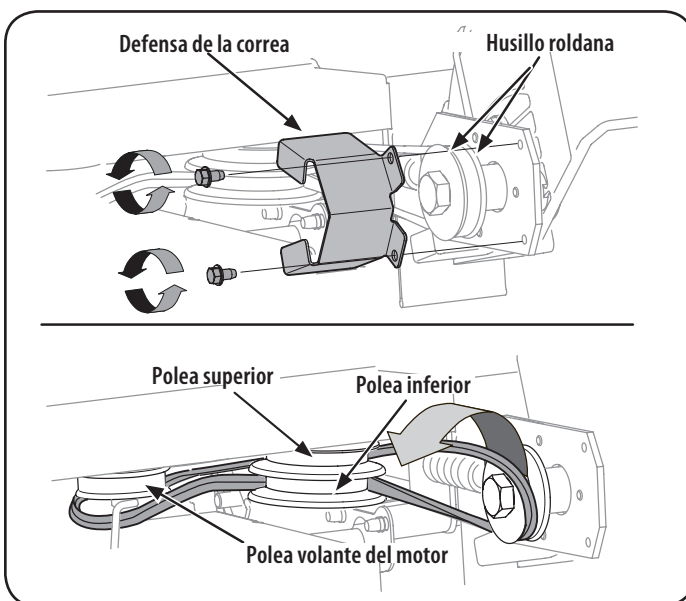

Figura 16
NOTA: Asegúrese de que la correa de transmisión está correctamente asentada sobre el husillo de la cuchilla y que se encuentra cómodamente ubicada sobre los bordes del husillo (vea la Figura 16) y no pellizcada entre ellos. Repita los tres primeros pasos si la correa está pellizcada.
3. Retire la guarda de la correa de las poleas del husillo sacando los dos tornillos autoroscantes que la sujetan al montaje de la placa de la cuchilla. Vea la Figura 16.
4. Cuidadosamente retire la correa de las poleas, verificando una vez más la orientación de la correa. Descarte la correa. Vea la Figura 16.
NOTA: Asegúrese de que el lado “V” de la correa está asentado sobre la polea superior y que el lado plano de la correa está asentado sobre la polea inferior. Vea la Figura 16.